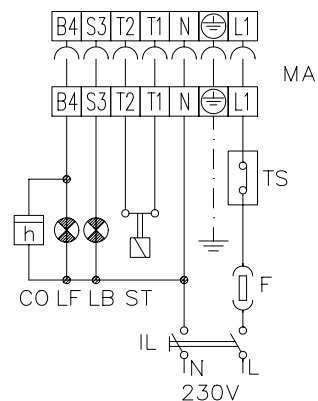

Fig. 13
- Eseguire i collegamenti elettrici al connettore di alimentazione seguendo lo schema in Fig. 13.